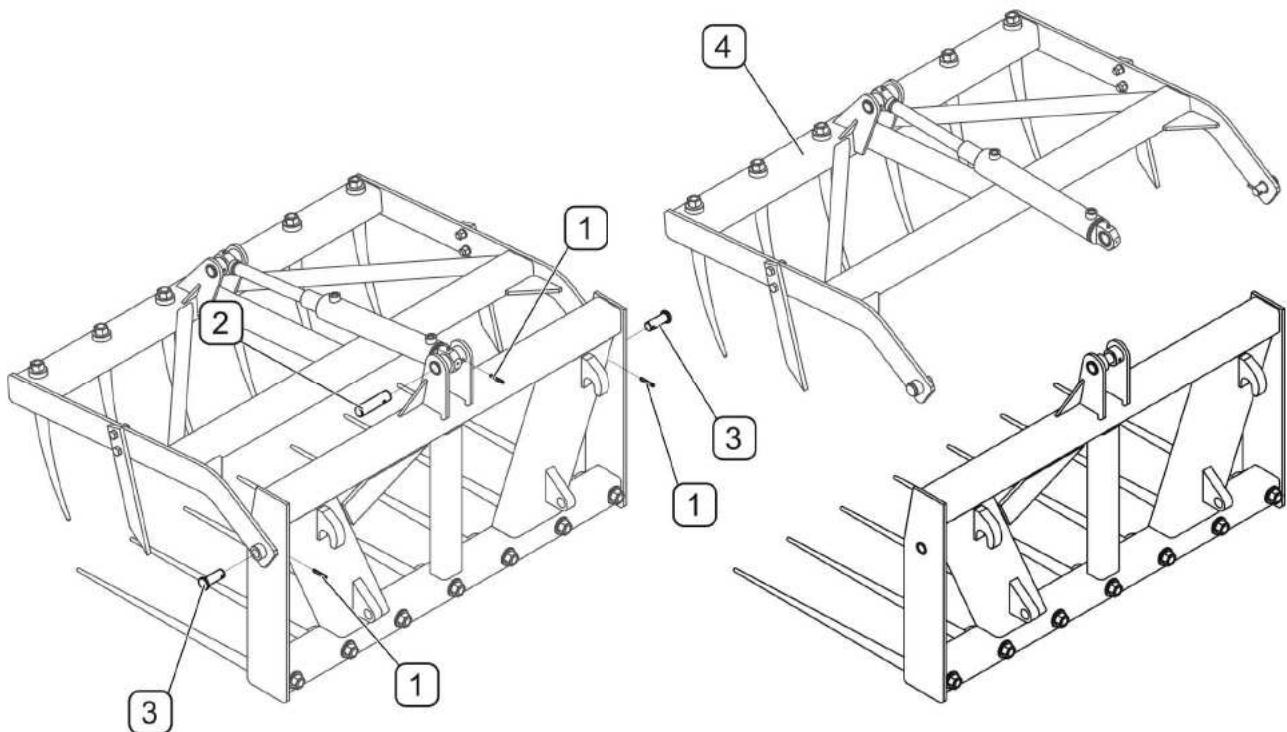

РИСУНОК 4.1А Смена функции навозных вил с захватом на обычные
В случае необходимости можно преобразовать навозные вилы с захватом в обычные навозные вилы. Для этого необходимо демонтировать откидную раму вместе с гидравлическим оснащением (*РИСУНОК 4.1А*). Закрыть откидную раму. Если гидропровода крепятся к раме вил, то нужно отсоединить их от рамы. Выбить штифты (1) из крепежного шкворня (2) гидроцилиндра (или двух гидроцилиндров - в зависимости от модели) и шкворней (3) крепления откидной рамы. Заблокировать откидную раму, чтобы не оседала. Затем аккуратно выбить шкворни (2) и (3), отсоединяя тем самым откидную раму (4) с гидроцилиндрами и проводами. Монтаж откидной рамы выполняется в обратной очередности.